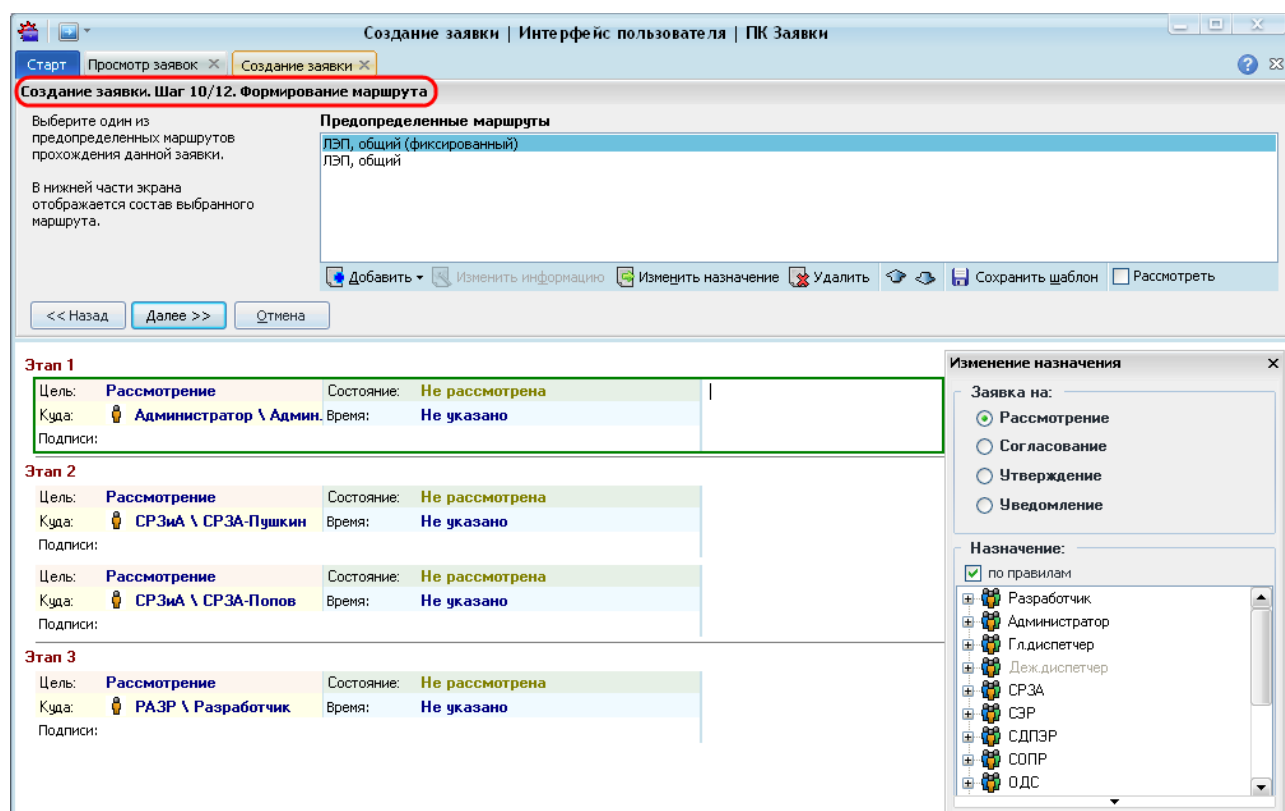

Рисунок 10.31 – Формирование маршрута
- **«Шаг 10/12. Формирование маршрута».** На данном шаге формируется маршрут заявки. На форме мастера создания заявок в поле «Предопределенные маршруты» первым в списке маршрутов, на основе которых может быть создан фактический маршрут заявки, идет предопределенный маршрут с меньшим порядковым номером. После выбора предопределенного маршрута из списка строится фактический маршрут, состоящий из элементов внутреннего и внешнего маршрутов (Рисунок 10.31). Внутренний маршрут состоит из списка служб, которые рассматривают заявки на оборудование данного комплекса. Внешний маршрут составляется на основании информации об управлении / ведении для данной единицы оборудования.
- кнопка « Изм. назначение» для вызова панели «Изменение назначения» (Рисунок 10.31);